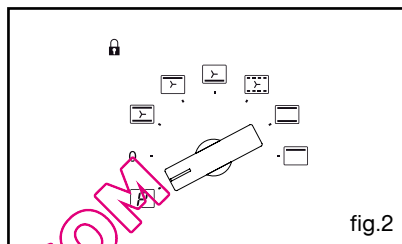

fig.2
• Plat multi usages 20 mm (fig.2)
Lorsque le temps est écoulé, la minuterie se positionne sur "0 min" et éteint le four (fig.2).
Exemple : position "  " (fig.2).
Exemple : position "☰" (fig.2).
Il suffit de positionner votre sélecteur de cuisson sur la position  "Pyrolyse" (fig.2).
Au bout de quelques minutes, le voyant  s'allume, vous indiquant que la porte est verrouillée (fig.2).